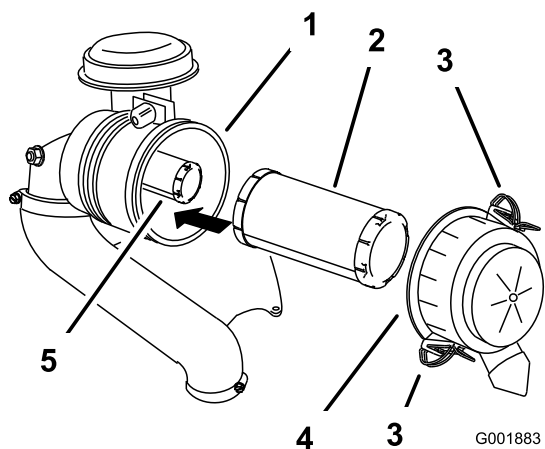

Figure 44
3. Ouvrez les dispositifs de verrouillage du filtre à air et détachez le couvercle du boîtier du filtre (Figure 44).
5. Sortez le préfiltre du boîtier du filtre avec précaution (Figure 44).
2. Si vous remplacez l'élément intérieur, insérez-le avec précaution dans le boîtier du filtre (Figure 44).
3. Placez ensuite le préfiltre sur l'élément de sécurité avec le même soin (Figure 44).
4. Remettez en place et verrouillez le couvercle du filtre à air (Figure 44).